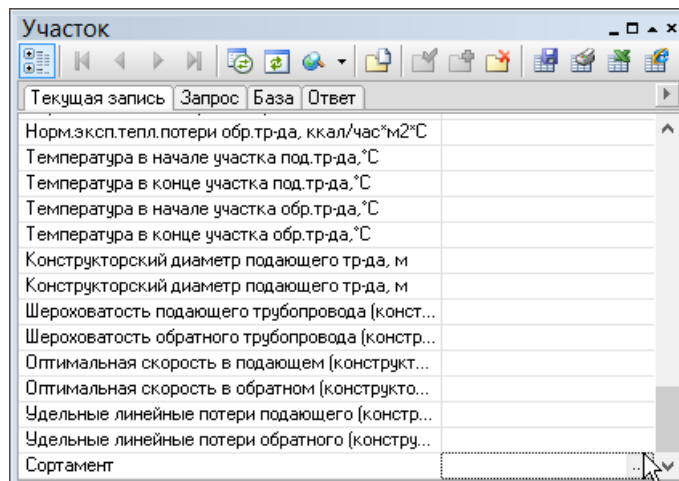

Рисунок 20.4. Открытие справочника по трубам
2. Установить курсор с правой стороны от строки Сортамент (смотрите Рисунок 20.4, «Открытие справочника по трубам»).